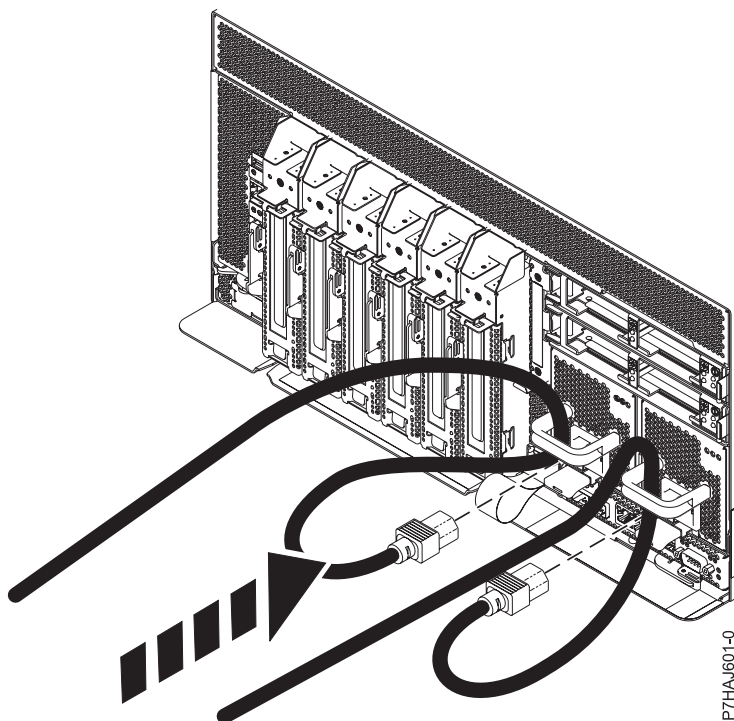

Figura 61. Conexión de los cables de alimentación
2. Vuelva a conectar el cable de alimentación en la unidad del sistema, como se muestra en la Figura 61 en la página 126. Asegúrese de que los cables queden roscados por dentro de las asas.